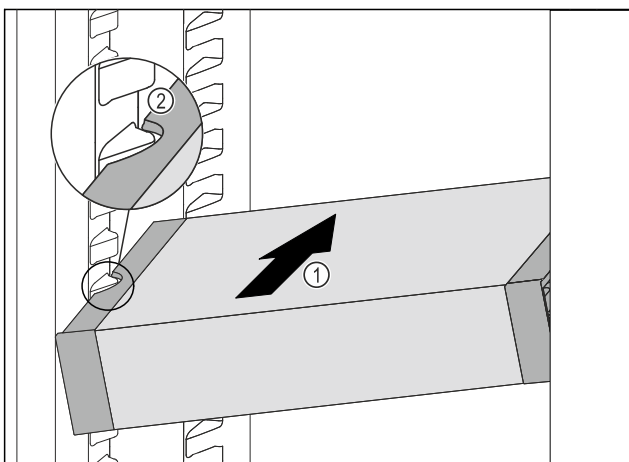

Fig. 151
- ▶ Вдвигайте VarioSafe под наклоном в холодильное отделение Fig. 151 (1), пока боковые выемки Fig. 151 (2) VarioSafe не окажутся на высоте выступа резервуара в холодильном отделении.